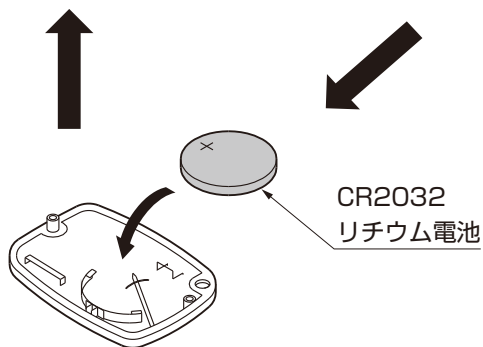

図17-3
- ③ 新しい電池を「+マーク」が見える向き（上側）にはめ込んでください。（図17-3参照）